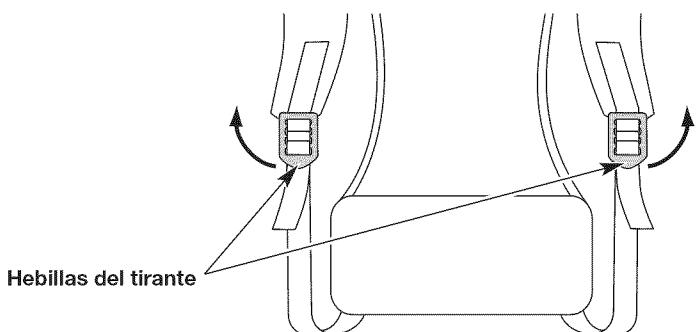

Fig. 11
1. Hale las lengüetas de la parte inferior de las hebillas de los tirantes para soltarlos (Fig. 11).